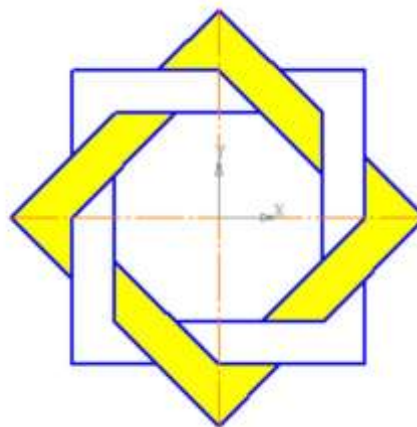

Рис. 5.17
- Если области заливки заданы правильно, щелчком **ЛКМ** по кнопке  – **Создать объект** на панели **Специального управления** создайте заливку (рис. 5.17).